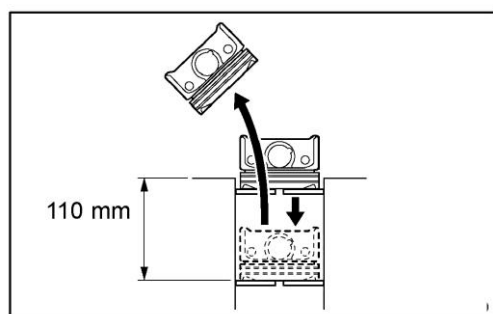

Рисунок II-214
2) Протолкните кольцо дальше нижней части крайнего уступа. (см. Рисунок II-214)